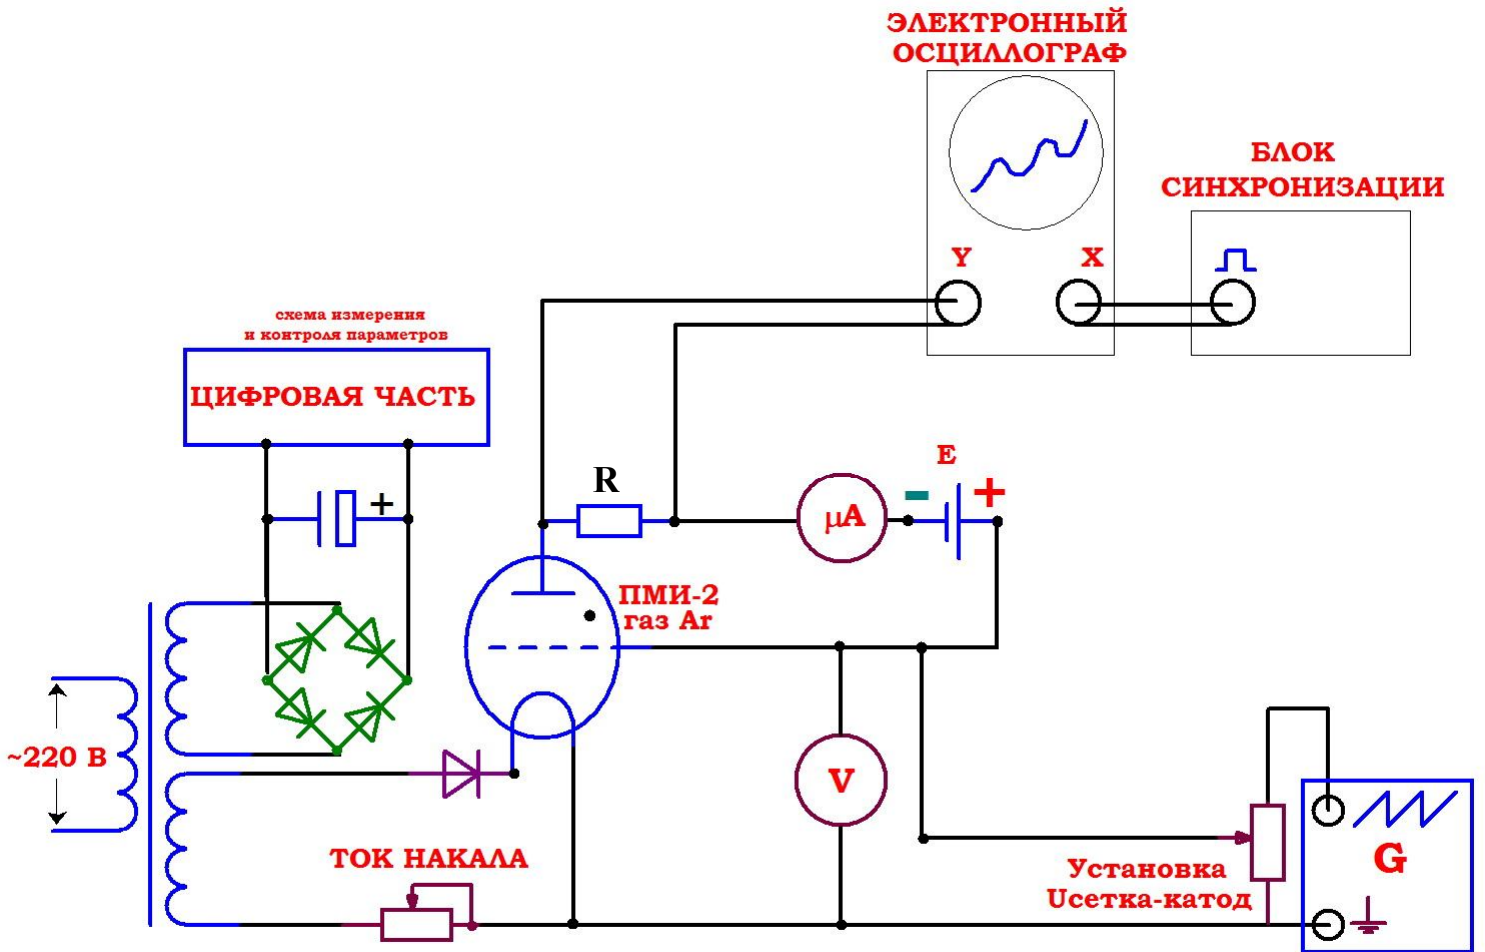
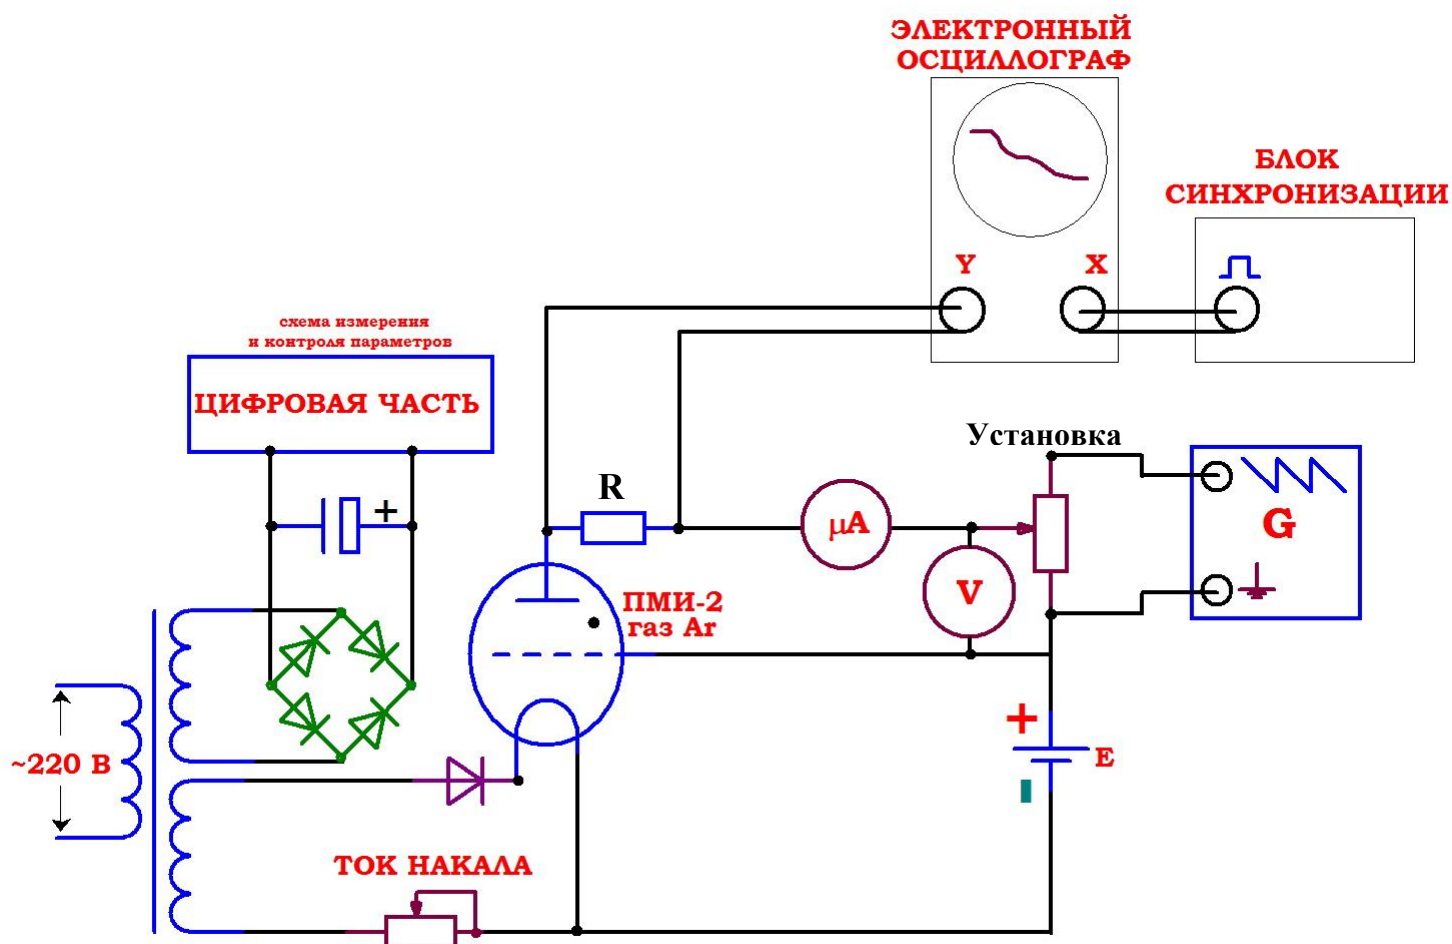
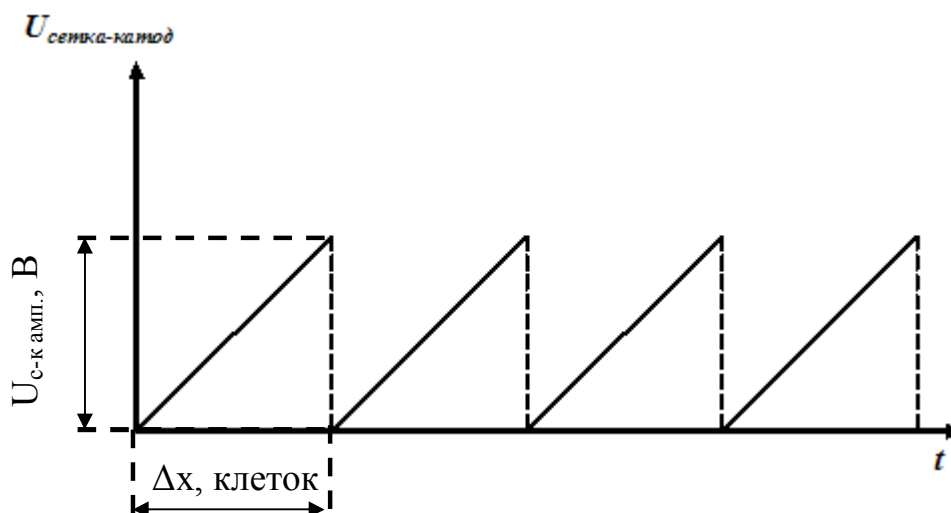
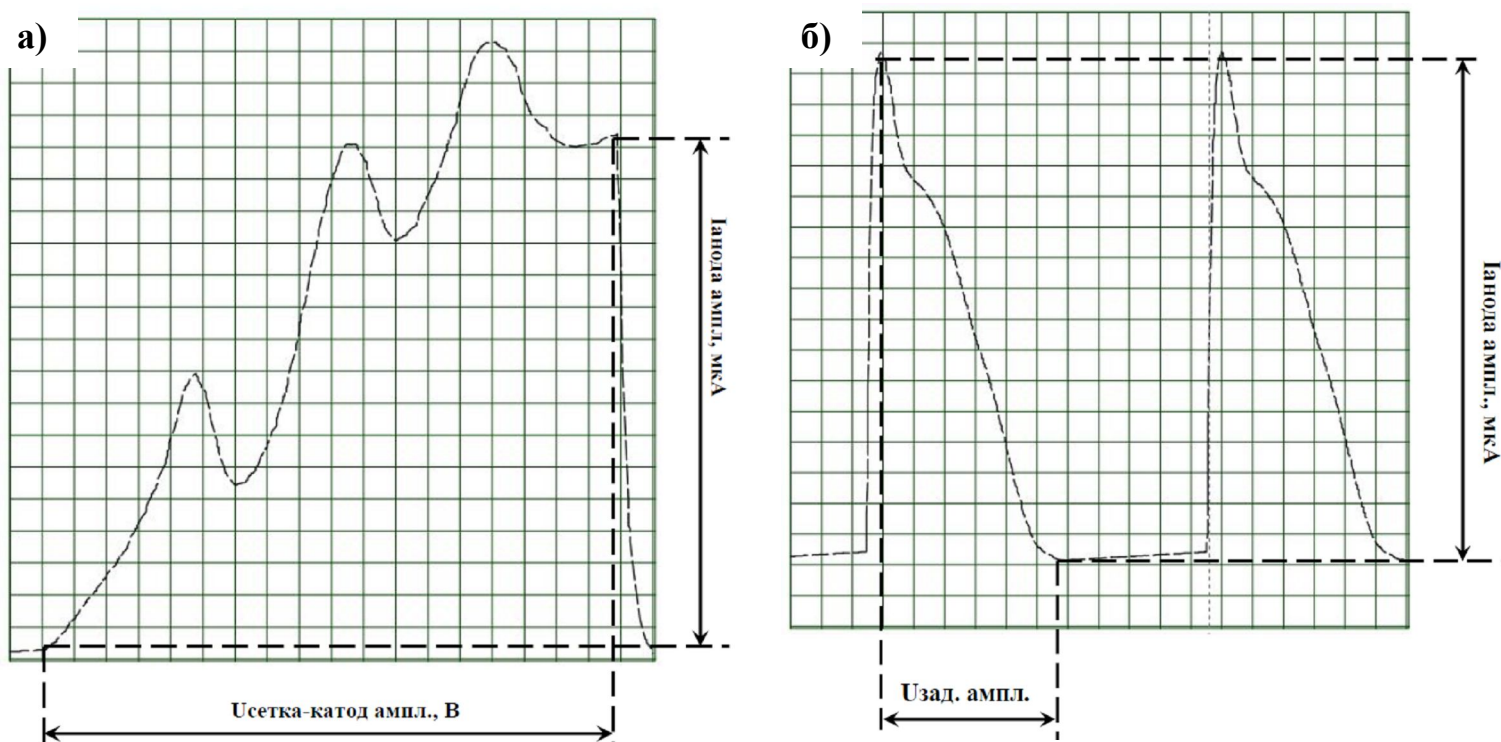

Рис. 11. Блок-схема экспериментальной установки ФКЛ-6 для проведения опыта Франка и Герца
Рис. 14. Блок-схема экспериментальной установки ФКЛ-6 для проведения опыта по снятию ВАХ задержки триода и оценки сечения неупругого рассеяния.
Рис. 15. Форма сигнала, подаваемого на промежуток сетка-катод триода.
Рис. 16. Вольтамперные характеристики, получаемые на учебной установке ФКЛ-6. а) характеристика Франка и Герца б) характеристика задержки.
Блок-схема экспериментальной установки для получения ВАХ Франка и Герца изображена на рис.11. Модуль развёртки G состоит из нескольких блоков, основная задача которых в выработке пилообразного напряжения нужной частоты, формы и длительности. Форма импульсов представлена на рис. 15. Блок синхронизации вырабатывает синхроимпульсы для стабилизации изображения характеристики на экране осциллографа. Синхроимпульсы подаются на вход X осциллографа, при этом осциллограф должен быть переведен в режим синхронизации внешним сигналом.
Таким образом, вольтметр фактически показывает напряжение в крайней правой точке вольтамперных характеристик рис. 16.
Через каждый период следования пилообразных импульсов, вольтамперная характеристика повторяется (рис. 16 б).
3. в режиме снятия ВАХ переключение между снятием ВАХ опыта Франка и Герца и характеристикой задержки (переключение между схемами рис. 11 – рис. 14): кратковременное  $\sim 0,5$  секунды одиночное нажатие. Перед переключением схем необходимо выключать генератор нажатием кнопки «ГЕНЕРАТОР ВКЛ/ВЫКЛ»;
Для проведения эксперимента по оценке сечения неупругого рассеяния схема рис. 11 должна быть видоизменена согласно рис. 14. При этом в промежутке сетка – катод лампы устанавливается постоянное ускоряющее напряжение 20 В от источника постоянного напряжения  $E$ , а пилообразный генератор развертки подключается в промежуток сетка – анод триода и вырабатывает отрицательные относительно сетки пилообразные импульсы в пределе от 0 ... -20 В. Таким образом, потенциал анода линейно уменьшается относительно потенциала сетки. С резистора  $R$  снимается сигнал, пропорциональный анодному току  $I_{анод}$  лампы. В результате получаем на экране осциллографа вольт-амперную характеристику задержки лампы, аналогичную рис. 7б, рис. 16б.